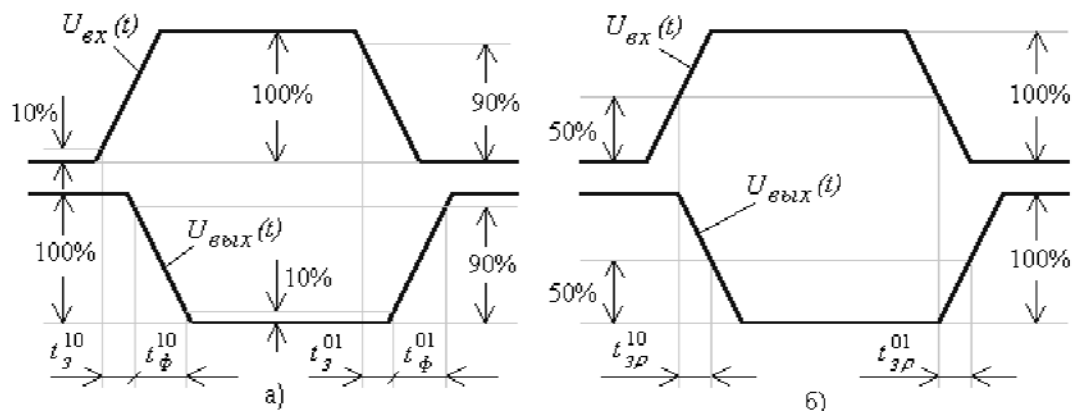

Рис. 9. Переходные процессы в ключе
- По полученным осциллограммам определить длительности фронтов включения и выключения схемы (длительности определять по уровням 0.1 и 0.9 от U_m , см. рис. 9).
(длительности определять по уровням 0.1 и 0.9 от U_m , см. рис. 9).
3. Снять переходной процесс $u_{\text{вых}}(t)$ при $C_H = 10$ пФ. Определить длительности фронтов выходного импульса при включении и выключении схемы (длительности определять по уровням 0.1 и 0.9 от U_m , см. рис. 9).